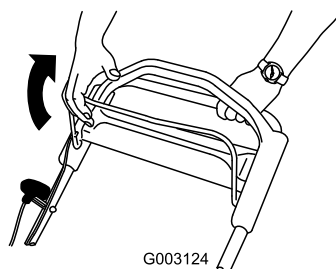

Figure 21
2. Tire de la barra de control de la cuchilla hacia el manillar (Figure 21).